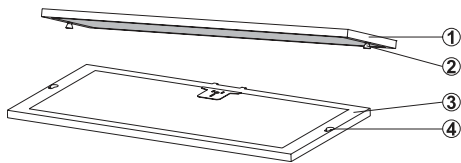

Abb. 18
2. ➔ Auf der Rückseite des Metallfettfilters ist der Aktivkohlefilter aufgesetzt. Schieben Sie ihn zur Seite um es zu entnehmen (Abb. 18).